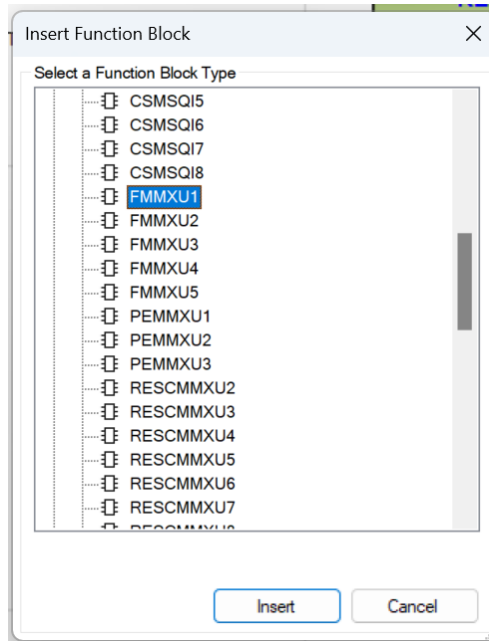

Imagen 117_Ventana de funciones en bloque_Measurement.
2.3.6 Seleccionamos el bloque “FMMXU1” desde “Insert - FunctionBlock - Measurement - FMMXU1” como en la **Imagen 117**.